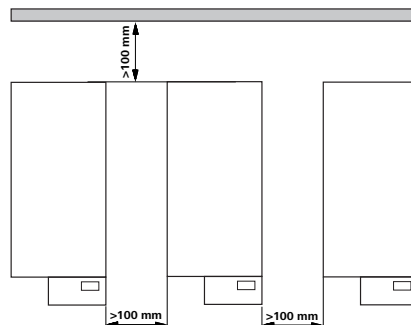

Fig. 2
- Respectați distanțele minime între aparate, între aparat și pereți, precum și distanța deasupra montajului (min. 800 mm), a se vedea fig. 2.